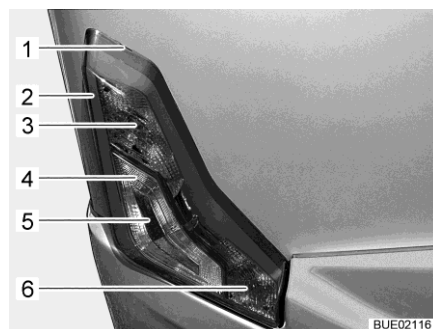

Fig. 296 Luci posteriori
- Infilare l'utensile piatto nell'intaglio (Fig. 296,1) e facendo leva sollevare con cautela l'involucro.